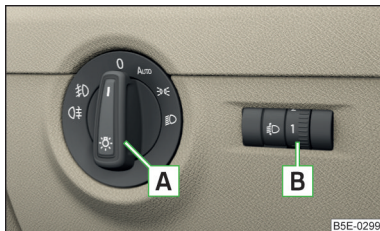

Fig. 48
En los vehículos con dirección a la derecha se desvía en parte la orden de los elementos de mando de la orden mostrada en » *fig. 48 de la página 74.* Los símbolos que marcan las posiciones de los elementos de manejo son iguales.
Posicionamientos del interruptor de luz - Girar el interruptor **A** » fig. 48
Girar el regulador giratorio **B** » fig. 48
- ✓ El interruptor de luz se encuentra en la posición **0** o **AUTO** » fig. 48 de la página 74.